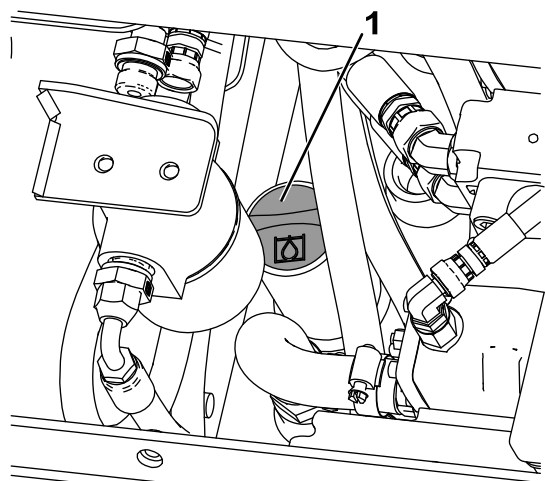

Figure 62
7. Nettoyez la surface autour du goulot de remplissage du réservoir hydraulique (Figure 62).